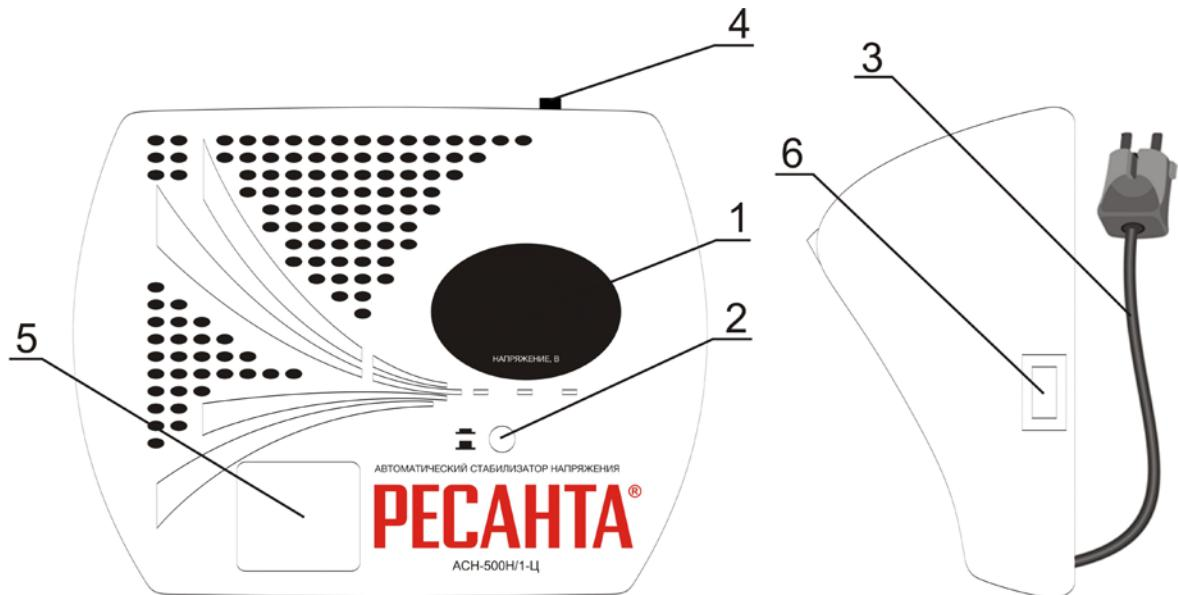

рис. 2
- Убедиться в том, что выключатель (рис. 2, поз. 3) находится в положении «выкл».
- Перевести выключатель (рис. 2, поз. 3) в положение «вкл» на 10 секунд.
- Дисплей (рис. 2, поз. 1) должен показывать 220 В при работе стабилизатора в штатном режиме.
- Перевести выключатель (рис. 2, поз. 3) в положение «выкл».
- Включить нагрузку в розетку (рис. 2, поз. 5) стабилизатора.
- Установить выключатель (рис. 2, поз. 3) в положение «вкл».
1. Не горит индикатор «сеть»	1. Вилка на включена в розетку 2. Проверить, включен ли выключатель (рис. 2, поз. 3) 3. Проверить предохранитель (рис. 2, поз. 4)